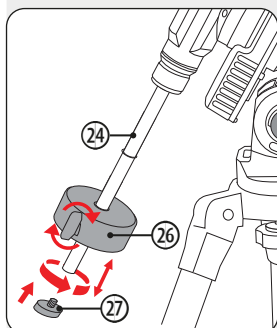

Fig. 13: Gegengewicht
3. Drehen Sie die Sicherungsschraube (27) von der Gegengewichtsstange ab. Schieben Sie das Gegengewicht (26) etwa bis zur Hälfte auf die Gegengewichtsstange (24) und ziehen Sie die Fixierschraube handfest an, so dass sich das Gegengewicht auf der Stange nicht mehr bewegen lässt. Schrauben Sie die Sicherungsschraube (27) wieder auf die Gegengewichtsstange (Fig. 13).